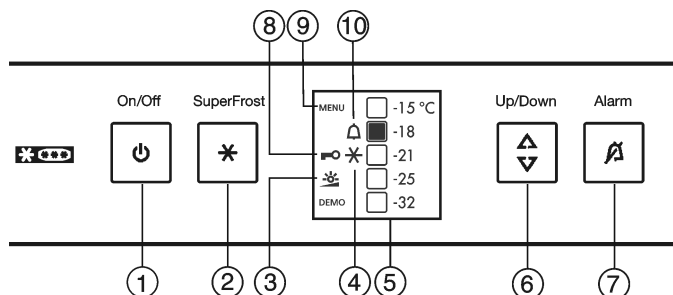

Fig. 3
- Het symbool SuperFrost Fig. 3 (4) knippert tegelijkertijd met de temperatuurdisplay.